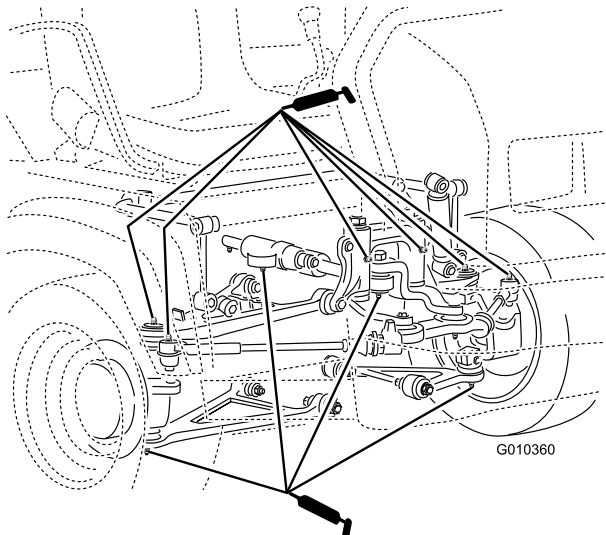

Figure 36
- **Rotules (4)** ; voir Figure 36
- **Supports de pivot (2)** ; voir Figure 36
- **Vérin de direction (2)** ; voir Figure 36
- **Biellettes de direction (2)** ; voir Figure 36